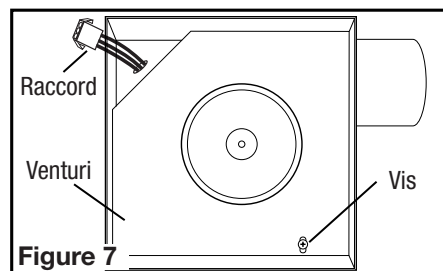
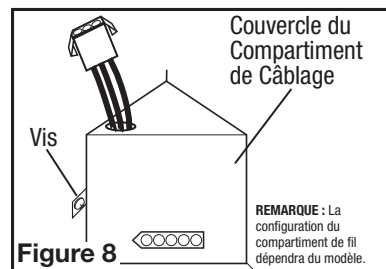

Figure 7
Figure 8
- Compartiment de Câblage Intérieur :** enlever les vis retenan en place l'assemblage de la soufflante et soulever pour sortir l'assemblage hors du châssis (Figure 7). Enlever la vis du couvercle du compartiment à câblage et mettre ce couvercle dans un endroit fiable (Figure 8).